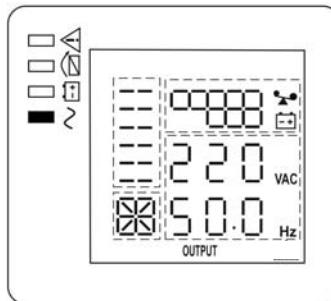

Рисунок 9 — состояние ЖК-дисплея и индикаторов в режиме «ОСНОВНОЙ» (АКБ и нагрузки подключены)
- Включите изделие комбинацией кнопок + (см. п.1 таблицы 2). Изделие выполнит автоматическое самотестирование, определит качество входного сетевого напряжения и уровень нагрузки. Процесс самотестирования сопровождается последовательным включением/выключением всех индикаторов. После самотестирования изделие перейдет в режим «ОСНОВНОЙ» и продолжит заряд АКБ. Индикатор «БАЙПАС» погаснет, а индикатор «ИНВЕРТОР» включится (см. рисунок 9).
- Включите нагрузки. Если нагрузок много, необходимо включать их последовательно, одну за другой, на ЖК—дисплее отобразится уровень нагрузки (см. рисунок 9 ).
Вновь подать сетевое напряжение. Изделие должно автоматически перейти в режим «ОСНОВНОЙ» (см. рисунок 9), либо в режим «ЭКО», если параметр ЕСО включен (см. Приложение 2, описание настройки параметров изделия).